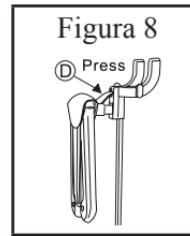

Figura 8
3. Pulse el gancho (D) verticalmente y apretar. (Figura 8)